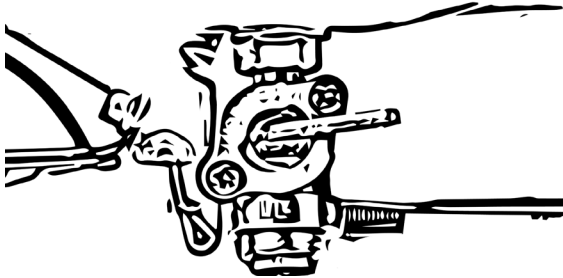

Figure 18
- Mettez le robinet de carburant sur OFF, fig. 18.